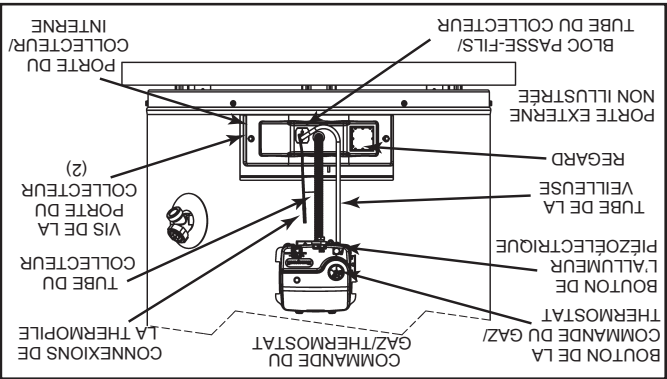

Figure 33
- 7. Enlevez les vis (tournevis à douille 1/4 po) qui retiennent l'assemblage du collecteur/brûleur à la chambre de combustion du chauffe-eau (Figure 33).